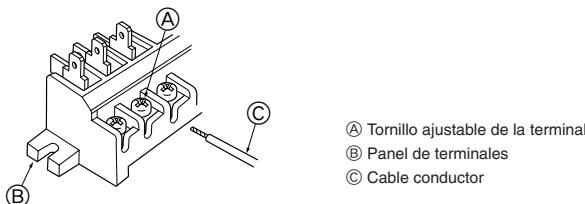

Fig. 7-6
- Asegúrese de no realizar un mal cableado. (Fig. 7-6)